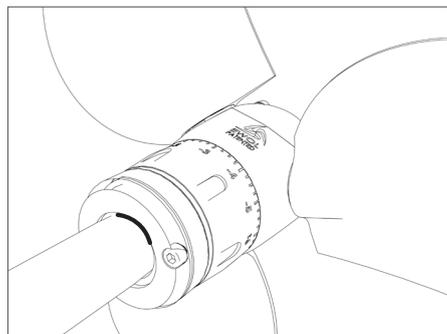

FIG. 15 Inserire l'elica fino al segno del pennarello
- L'elica si deve calzare sul cono dell'asse porta-elica fino ad arrivare al segno che avevate tracciato senza la chiavetta (Fig. 15), se così non fosse vuol dire che la chiavetta è troppo alta ed impedisce all'elica di calzarsi completamente. In questo caso dovrete ridurre lo spessore della chiavetta e poi reinstallare l'elica.